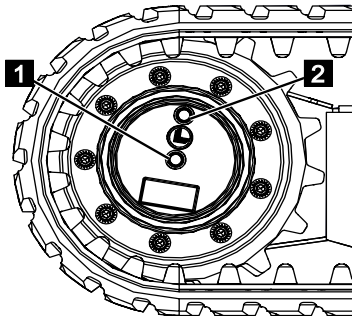

Fig. 252
5. Faire un contrôle visuel du niveau d'huile. L'engrenage doit être rempli d'huile jusqu'au bord inférieur du trou fileté (Fig.252/1).
6. Faire l'appoint d'huile d'engrenage si nécessaire. Pour cela, faire couler lentement l'huile dans le trou (Fig.252/2), jusqu'à ce qu'elle arrive au bord inférieur du trou fileté (Fig.252/1).